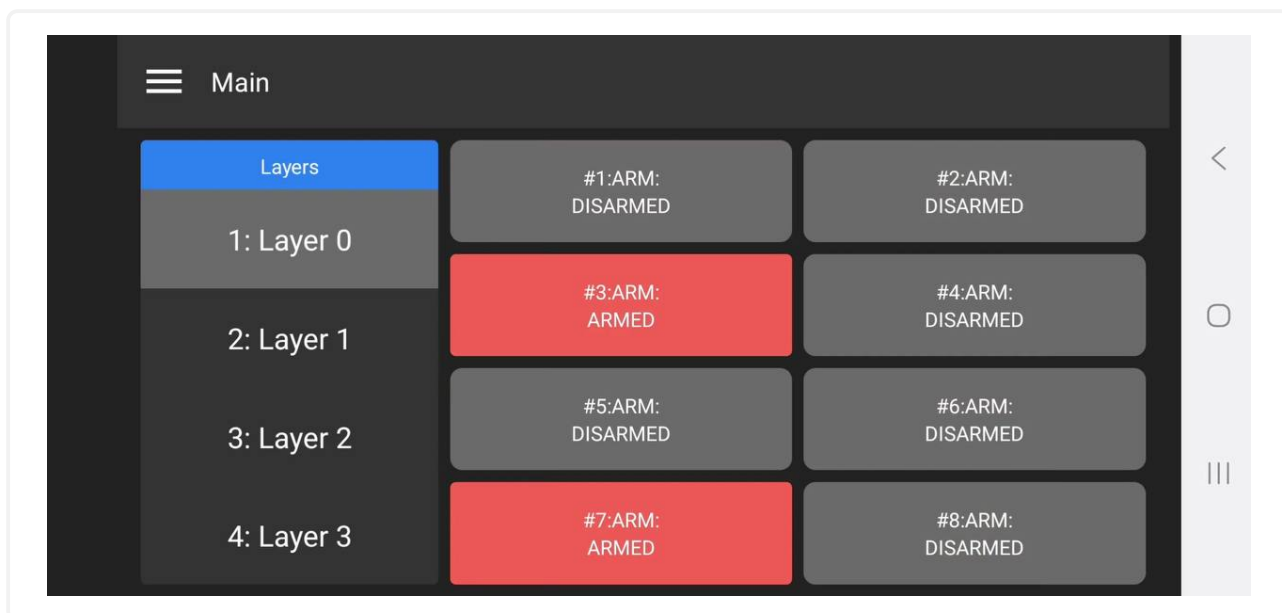

Рис. 70: Экран Main при подключении пульта SC
3. Нажимая на плашки с номерами ARM ZONE, установите режим для ARM ZONE — **ARMED** или **DISARMED** (см. рис. 70)